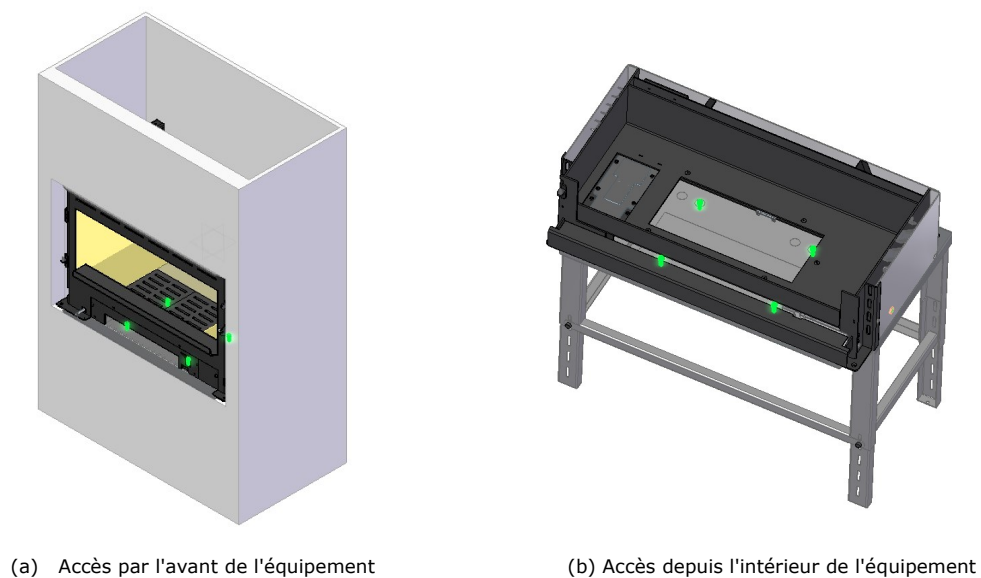

Figure 14 - Fixation de l'équipement à la table à l'aide de vis Din 933 5.6 M8x16 ZB
12. Ensuite, vous devez fixer l'équipement sur la table, l'accès à la fixation peut se faire de deux manières, Figure 14.